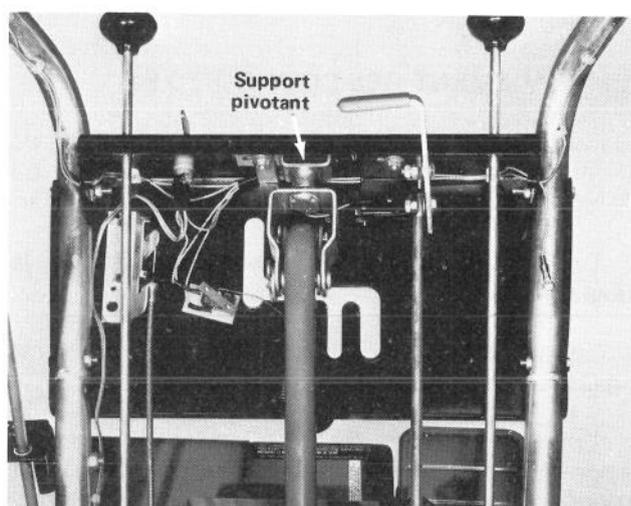

Figure 37
1. Desserrez les deux vis à tête et écrous de blocage qui retiennent le support pivotant contre le tableau de commande (Fig. 37).
2. Pour diminuer la vitesse en lère, déplacez vers la droite le support pivotant (Fig. 37). Au contraire, déplacez-le vers la gauche pour accroître la vitesse en première.
3. Une fois le réglage désiré obtenu, serrez les deux vis à tête et écrous de blocage (Fig. 37). Assurez-vous que les fils ne se coincent pas entre le tableau de commande et le guide-fil.